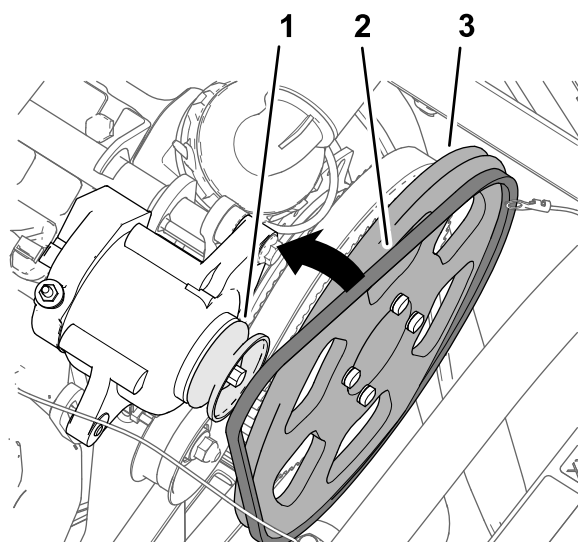

Figura 183
3. Monte a cobertura da correia em V na polia da transmissão de 279 mm e a polia do alternador (Figura 183).